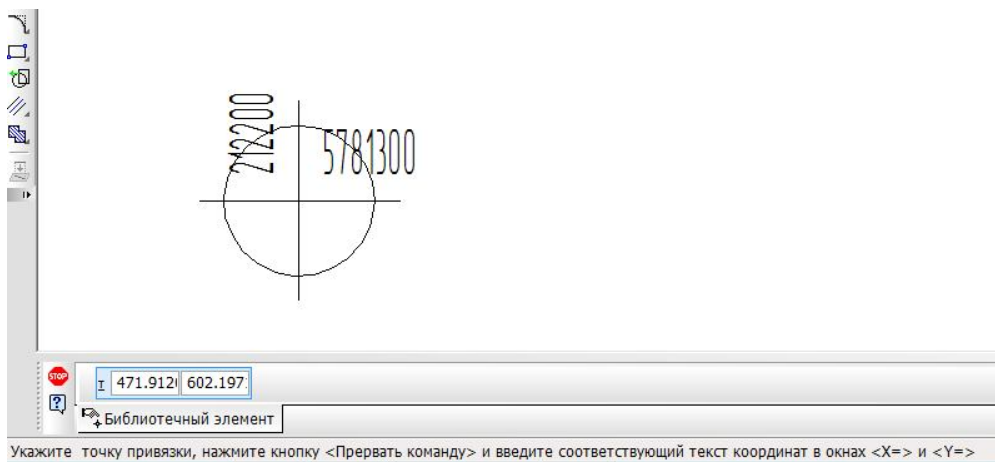

Рис.10
- 2) Выбрать точку (щелкнуть левой кнопкой мыши). После каждого выбора программа будет создавать в указанном месте изображение точки привязки, состоящее из окружности и креста (рис.10).
- 4) В окнах X и Y нужно проверить введенные программой значения физических координат точки привязки и при необходимости их скорректировать (для примера рис.10 это будет X=5781300 Y= 212200) .